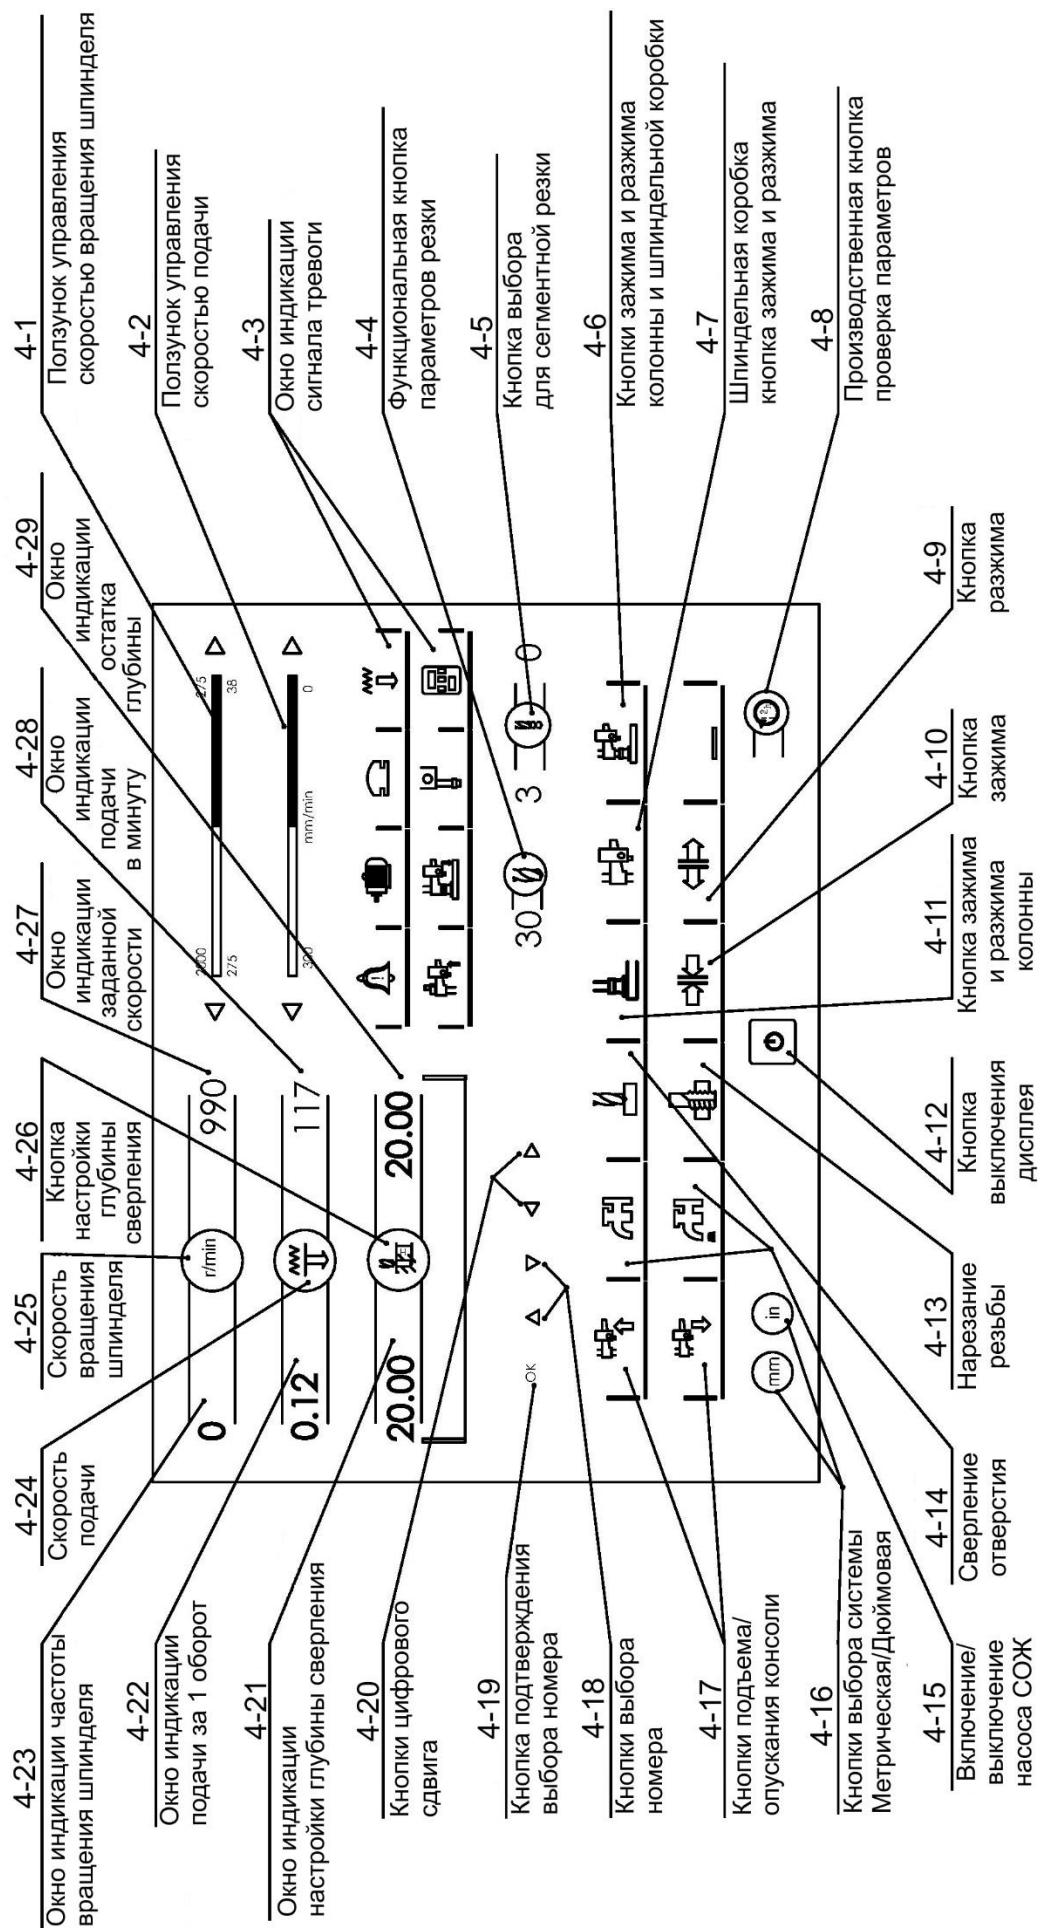

Рис. 17 Сенсорный экран
Для получения информации о работе с дисплеем 4 см. «Эксплуатация станка» и рис. 17.
9.1.1 Сенсорный дисплей: см. рис. 17